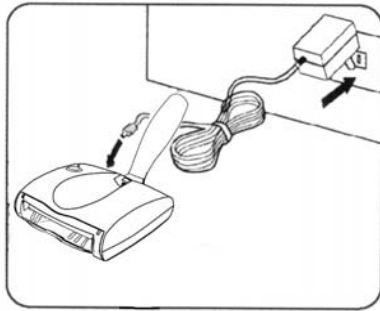

Fig. 6
1. Insérez la fiche du chargeur dans la prise de recharge à l'arrière de la balayeuse. Branchez l'adaptateur de recharge dans la prise murale (120 V, 60 Hz). N'utilisez que le chargeur fourni par le fabricant, d'un régime 6 V CC, 100mA. (Fig. 6).
1. Pull the dust container straight out from the side. (Fig. 6)